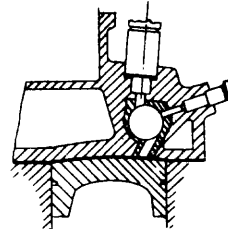
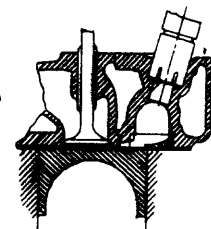

Fig. 4
Fig. 5
- d) motores con cámara auxiliar de reserva de aire, llamadas también células de energía (fig. 4) o cámara de acumulación (fig. 5).